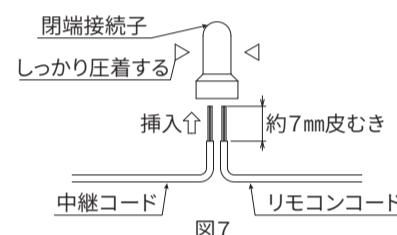

図7
- リモコンコードを7mmほど皮むきして、中継コード（長さ約400mm）の閉端接続子に挿入し、しっかりと圧着します。（図7）
- リモコンコードを7mmほど皮むきして、閉端接続子に挿入し、しっかりと圧着します。（図7）